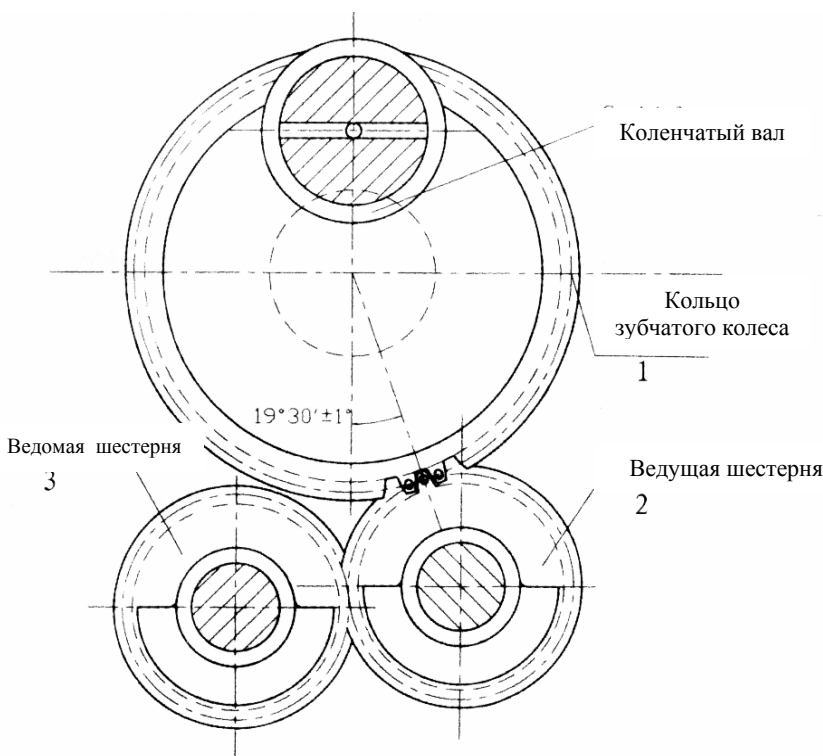

Рис. 7
Двухступенчатый балансировочный механизм используется для балансировки двукратной возвратно-поступательной силы инерции поршня и шатуна четырехцилиндрового двигателя и для снижения вибрации. Кольцо ведущей шестерни (1) двухступенчатого балансировочного механизма устанавливается на плече кривошипа, оно должно быть нагрето до 250°C при монтаже. Отметка «0 – 0» на шестерне должна быть обозначена на указанной позиции (рис.7). Отметка «1» на шестерне (2) балансировочного шпинделя двухступенчатого балансировочного механизма должна согласовываться с отметкой «1-1» на шестерне (3). Двухступенчатый балансировочный механизм устанавливается на крышке коренного подшипника, при установке отметка «0 – 0» на кольце шестерни должна согласовываться с отметкой на ведущей шестерне (2) балансировочного шпинделя. Боковой зазор шестерни составляет 0,2 мм и может регулироваться с помощью прокладки (рис. 8). Проход масла при монтаже должен быть свободным для обеспечения смазки подшипника двухступенчатого балансировочного механизма.